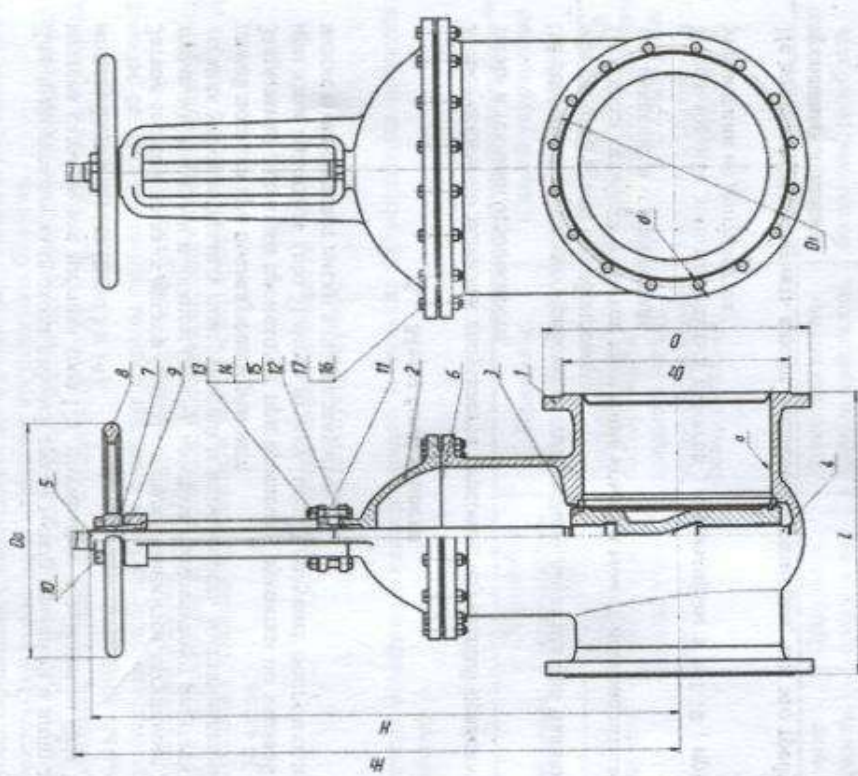

Рис. 1
Примечание: (см. Рис.1)
4.1. Устройство задвижки: (см. Рис. 1)